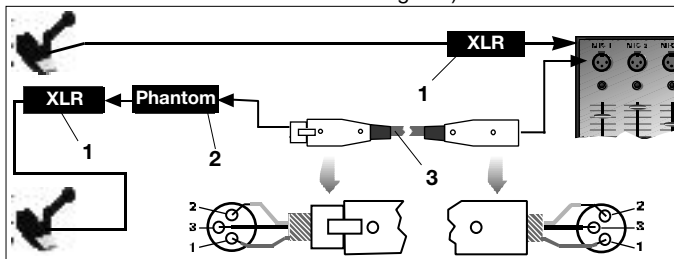

Fig. 1: Conexão a uma entrada balanceada
3. Se a sua mesa de mixagem não possuir uma alimentação fantasma, ligue o adaptador de alimentação fantasma (1) a um alimentador fantasma opcional da AKG (2) (N 62 E, N 66 E, B 18, B 15) e ligue o alimentador fantasma a uma entrada balanceada com um cabo XLR (3) (por exemplo AKG MK 9/10 - não fornecido na embalagem). Veja fig. 1.